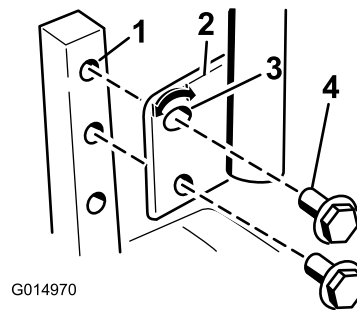

Figure 24
1. Retirez les 2 boulons qui fixent le levier de commande à l'arbre du bras de commande (Figure 24).
2. Placez le levier de commande dans les trous suivants. Fixez le levier avec les 2 boulons (Figure 24).
2. Desserrez le boulon inférieur jusqu'à ce qu'il soit possible de faire pivoter le levier de commande en avant ou en arrière (Figure 24). Serrez les deux boulons pour fixer la commande à sa nouvelle position.